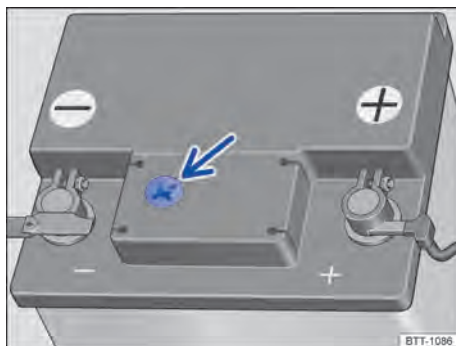

Fig. 191 No compartimento do motor: exemplo de posição do visor no lado superior da bateria do veículo.
- O visor redondo → Fig. 191 na parte superior da bateria do veículo muda de cor conforme o nível do eletrólito.